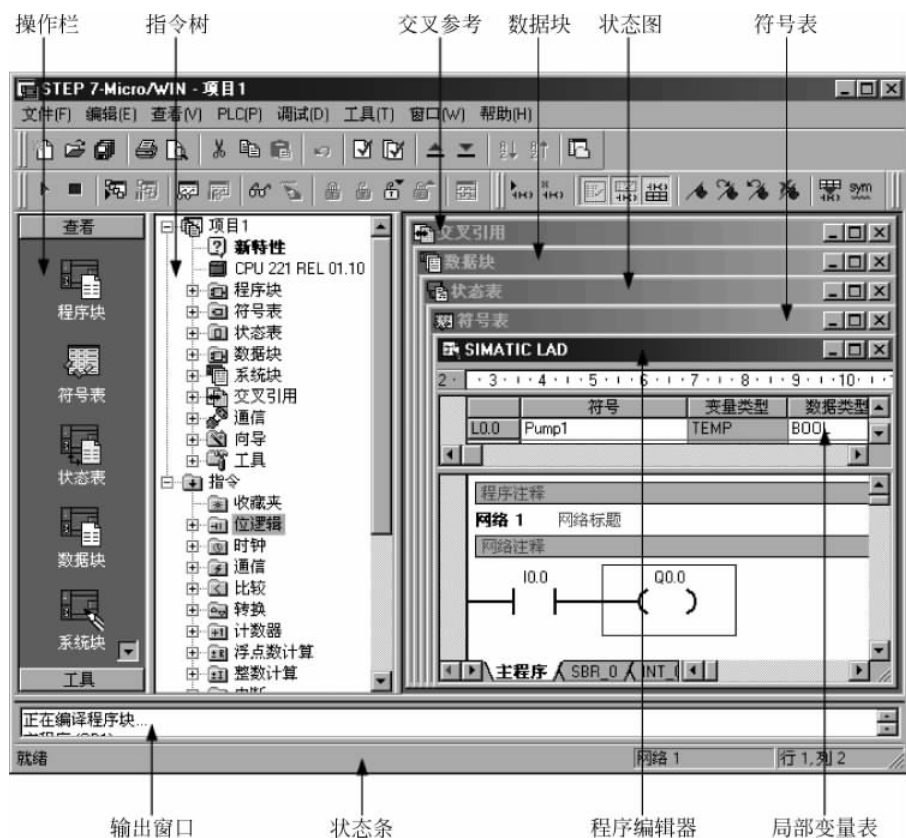

图 3.1 STEP 7-Micro/WIN 32 窗口界面
STEP 7-Micro/WIN 32 窗口界面如图 3.1 所示。